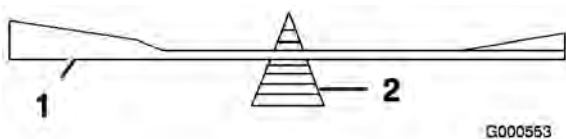

Bild 44
- Überprüfen Sie die Auswuchtung des Schnittmessers auf einer Ausgleichsmaschine (Bild 44). Wenn das Schnittmesser in seiner horizontalen Position bleibt, ist es ausgewuchtet und kann wiederverwendet werden. Wenn das Messer nicht ausgewuchtet ist, wiederholen Sie das Schärfen an der schwereren Seite, bis das Messer ausgewuchtet ist.